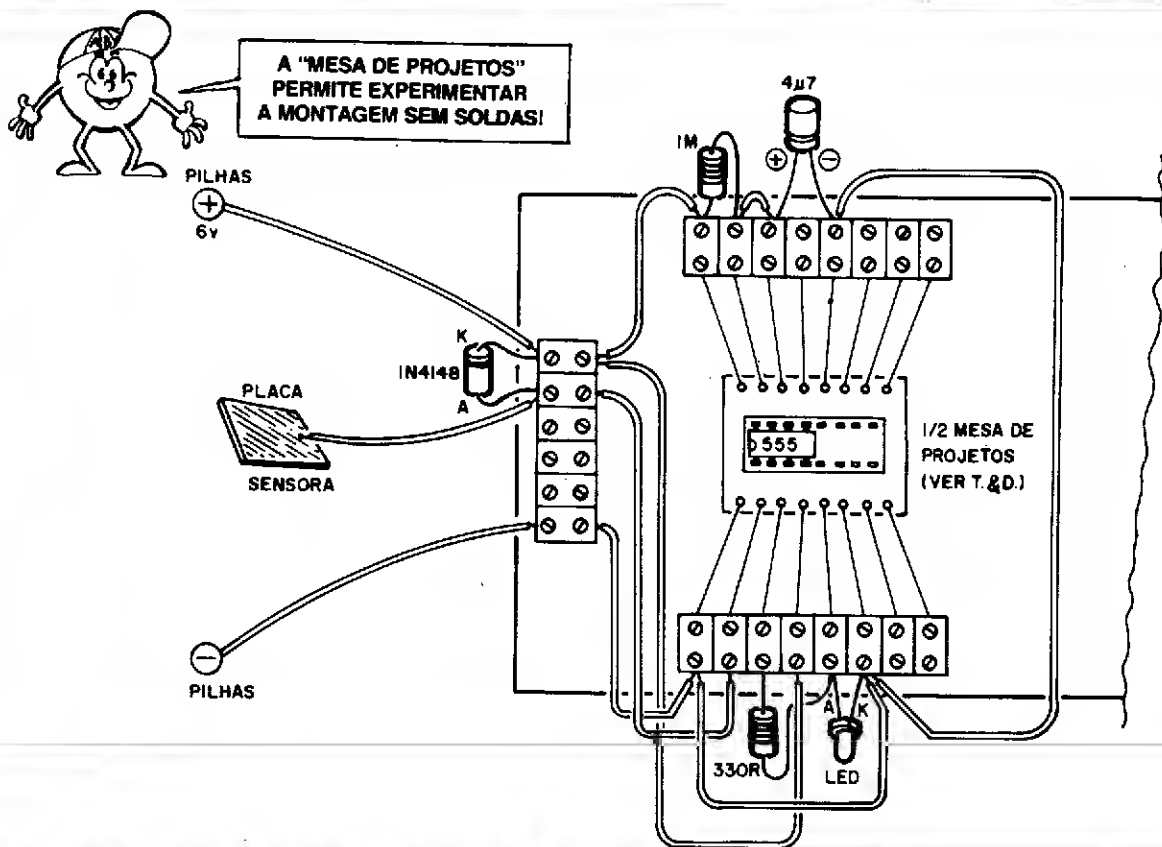

Fig.9
- FIG. 9 - A montagem "sem solda" - Usando apenas a "metade esquerda" da MESA DE PROJETOS P/INTEGRADOS, o Leitor/"Aluno", baseando-se no diagrama, montará com grande facilidade, a título experimental, a MP-27. Observem alguns pontos fundamentais, e que servirão também como referência prática para outras montagens, a serem futuramente implementadas sobre a MESA, e valerão como primeiras "manhas" e "malícias" das muitas que o próprio Leitor/"Aluno" irá - seguramente - desenvolver: